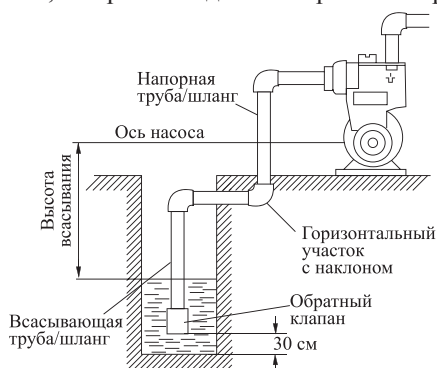

рис. 2
высотой всасывания (рис. 2). При определении высоты всасывания следует учитывать падение уровня воды в колодце в засушливый период.
6.7. Всасывающую трубу/шланг (рис. 2) подсоедините к входному отверстию, расположите под углом к входному отверстию, погрузите всасывающую трубу/шланг в воду на глубину не менее 2 м (расстояние до дна должно быть не менее 0,3 м).
Внимание! Для оптимального функционирования насосной станции необходимо всасывающую трубу/шланг оснащать обратным клапаном (рис. 2) (обратный клапан в комплект поставки не входит).
6.8. Присоедините напорную трубу/шланг (рис. 2) к выходному отверстию.